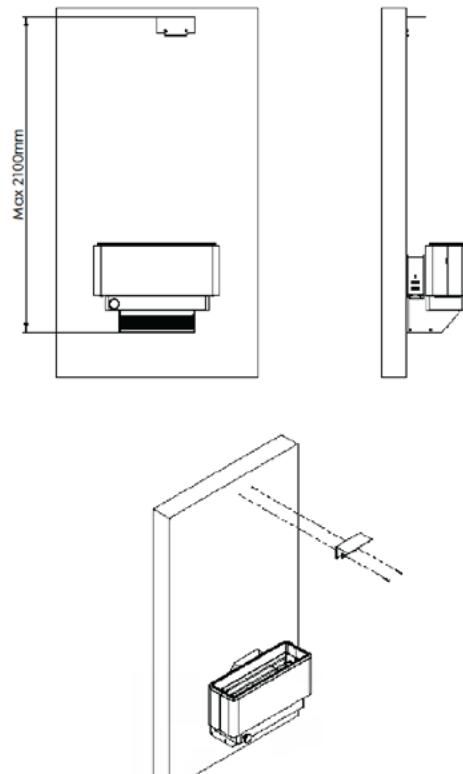

Abbildung 3.7: Anbringen und Befestigung der Abzugskappe
3.2.6. Befestigen Sie die Abzugskappe mit zwei 5 mm Schrauben unter die Decke des Saunaraums (Abbildung 3.7). NB! Stellen Sie sicher, dass die Abzugskappe mit der Abzugsöffnung des Abzugssockels ausgerichtet ist!